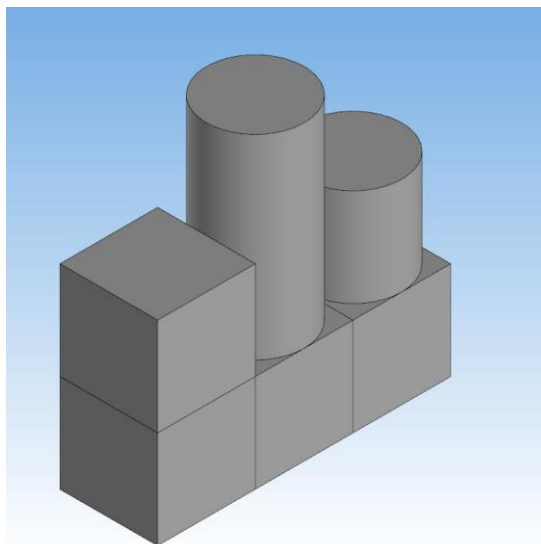

Рис. 26
7. Фигура в сезоне 2025-2026 состоит из 5 деталей. 3 заготовки под номером 1, одна под номером 3, и одна под номером 2, описание фигур находится в разделе требования к полю и заготовкам (Рис.26).